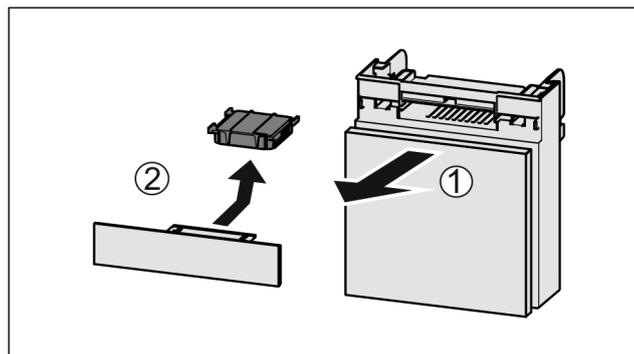

Fig. 108
- ▶ Wyciągnąć Fig. 108 (1) komorę do przodu.
- ▶ Wyjąć Fig. 108 (2) filtr z węglem aktywowanym.